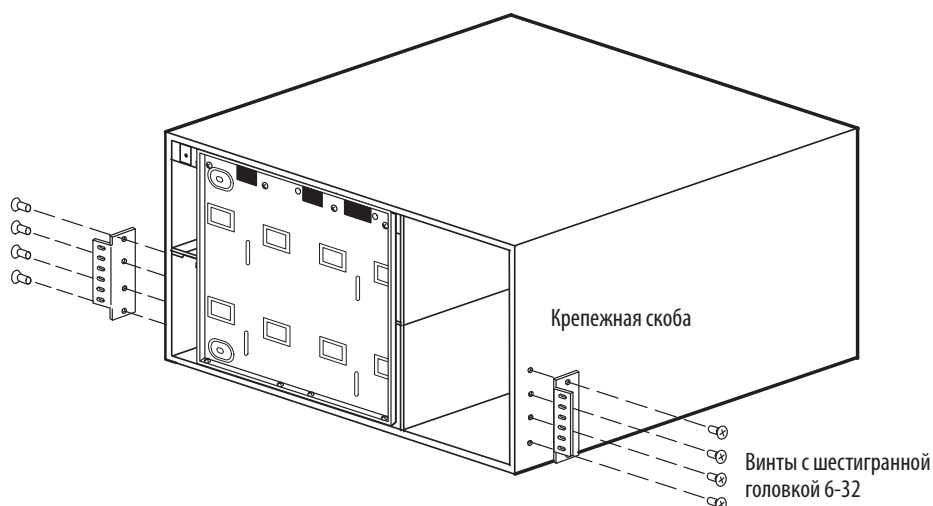

Рисунок 22. Установка крепежных скоб ИБП
11. Если крепежные скобы еще не установлены, совместите две крепежные скобы с отверстиями для винтов, расположенными на боковой стороне ИБП, и закрепите с помощью винтов с шестигранной головкой 6-32 (см. рисунок 22).